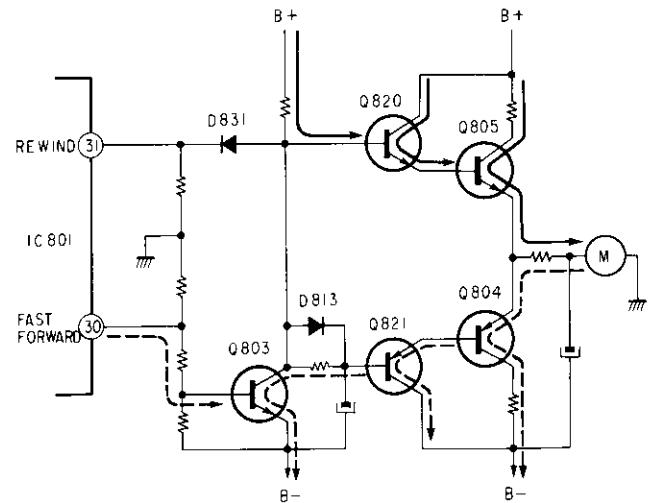

Fig. 9
3. Wickelmotorantrieb (Siehe Abb. 9)
3. Reel Motor Drive (See Fig. 9)